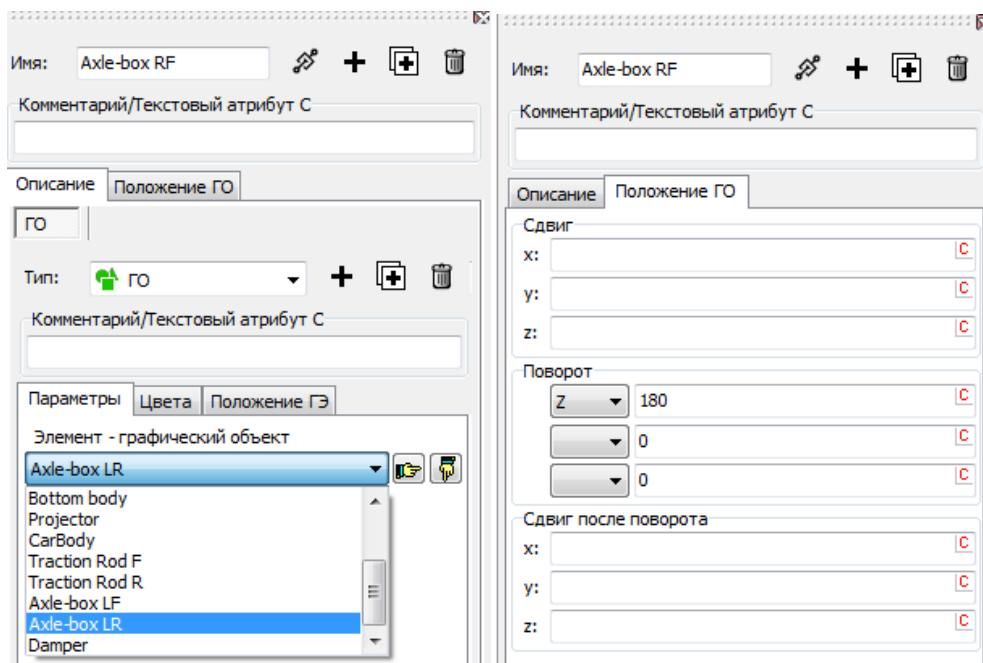

Рис. 2.11. Создание образа правой передней буксы путём поворота ГО левой задней буксы
- Выберите тип ГЕ: **ГО**, то есть ссылка на один из уже существующих графических объектов. Из выпадающего списка выберите **Axle-box LR**, рис. 2.11, слева
На вкладке **Положение ГЭ** разверните образ на 180 градусов вокруг вертикальной оси, рис. 2.11, справа.